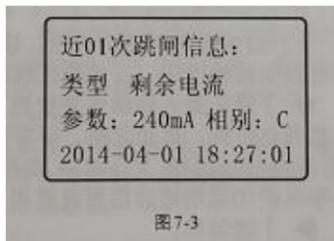

图 7-3
7.3.4 【◀】: 在信息查询状态时做翻页用, 在设置及密码输入状态时做光标左移使用。轮显或跳闸停显状态下, 按下【◀】键, 进入跳闸信息查询状态。按下【▲】、【▼】键, 可查询最近 5 次跳闸信息的跳闸原因, 跳闸的月日, 跳闸的时分。如图 7-3 显示, C 相漏电跳闸, 跳闸最大漏电流 240mA, 跳闸时标 2014 年 04 月 01 日 18 时 27 分 01 秒。